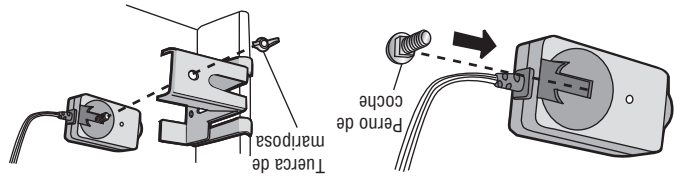

Figura 5
1. Deslice la cabeza de un perno de coche de 1/4 de pulg. -20x1/2 de pulgada dentro de la ranura de los sensores. Use tuercas de mariposa para sujetar los sensores a las mensulas, con las lentes de cada sensor frente a frente a ambos lados de la puerta. Cerciórese de que la extensión de la mensula no obstruya las lentes (Figura 5).